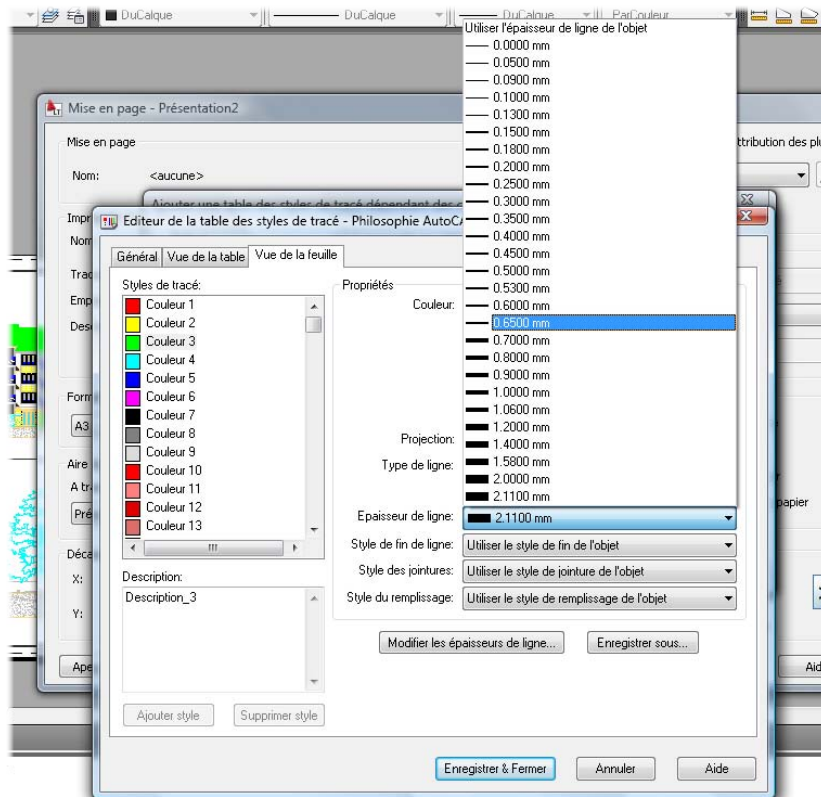

Figure 6.52
- Examinons maintenant un autre point tout aussi essentiel, celui des épaisseurs de lignes associées à la couleur du calque (voir Figure 6.52). Chaque couleur peut être associée à une épaisseur de ligne. C'est sans doute le point le plus important de l'éditeur de la table des styles de tracé.